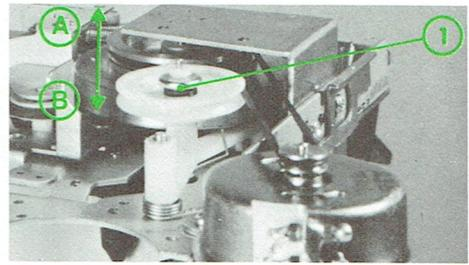

Fig. 11
– Si tel n'est pas le cas, agir sur la bague plastique (1) (Fig. 11) :
- Dans le sens de la flèche (A) pour diminuer le couple.
- Dans le sens de la flèche (B) pour augmenter le couple.
– Le réglage terminé, bloquer la bague (1) à l'aide d'une goutte de cire ou de vernis.